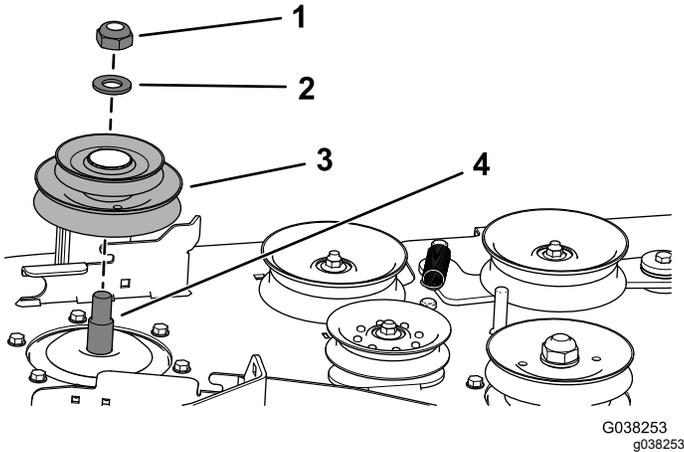

Figura 30
- Utilice la contratuerca (¾") y la arandela para sujetar la nueva polea doble en el eje de cuchilla derecho (Figura 30).